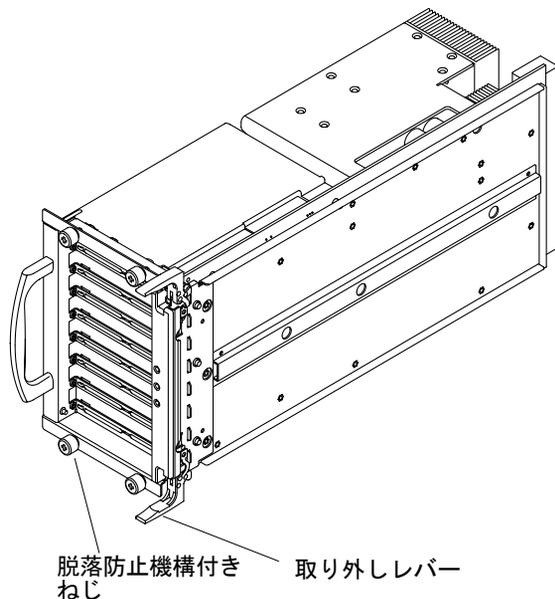

図 9-3 PCI I/O アセンブリ
6. 4 本のプラスの脱落防止機構付きねじを完全に緩めます (図 9-3)。
4. I/O アセンブリの開口部に I/O アセンブリをスライドさせて挿入します (図 9-3)。取り外しレバーは、I/O アセンブリの内部にあり、開の位置にあります。
6. 4 本のプラスの脱落防止機構付きねじを締めます (図 9-3)。